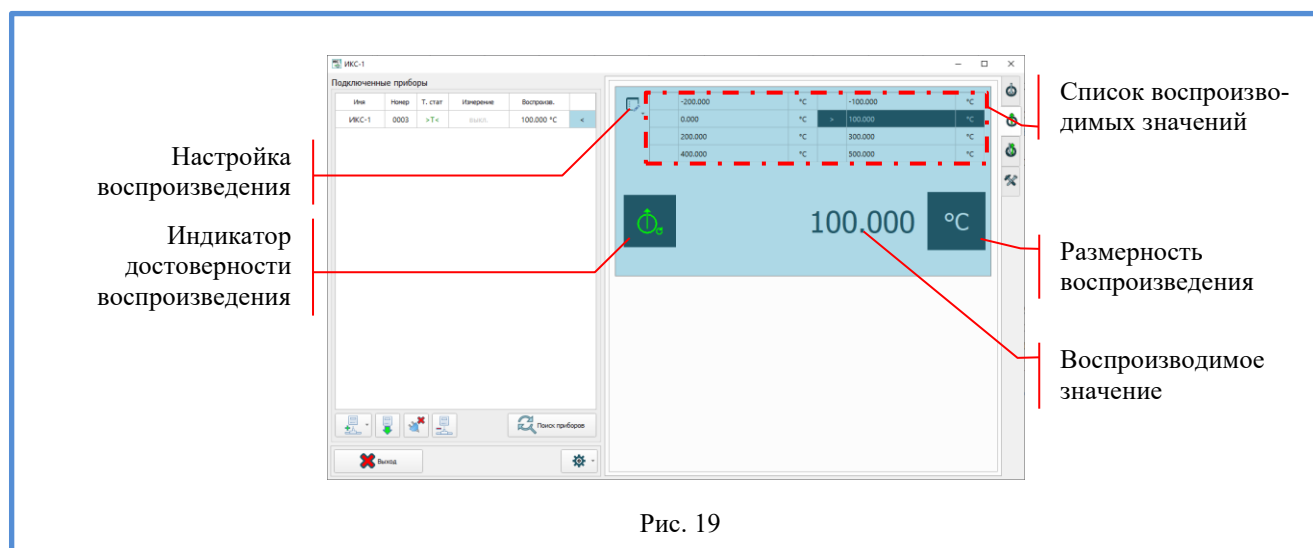

Рис. 19
4.2.6 Вкладка «Воспроизведение», рис. 19